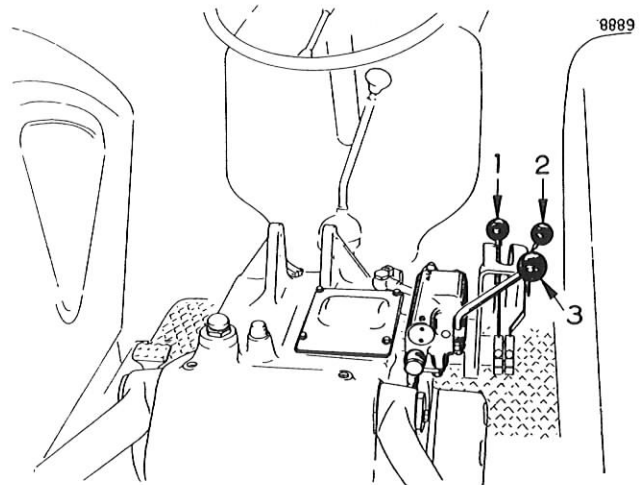

Bild 90
Die Schlepperhydraulik wird mittels der beiden Steuergeräthebel (1) und (2), Bild 90, betätigt. Um den Frontlader zu betätigen, den Steuergeräthebel (3) benutzen.